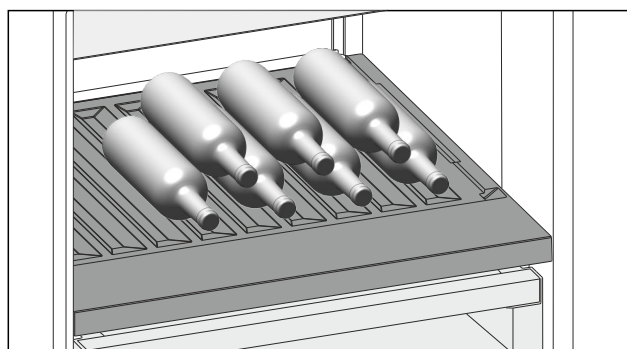

Fig. 87
- Inserire le bottiglie con il fondo rivolto verso la parte posteriore. (vedere Fig. 87)